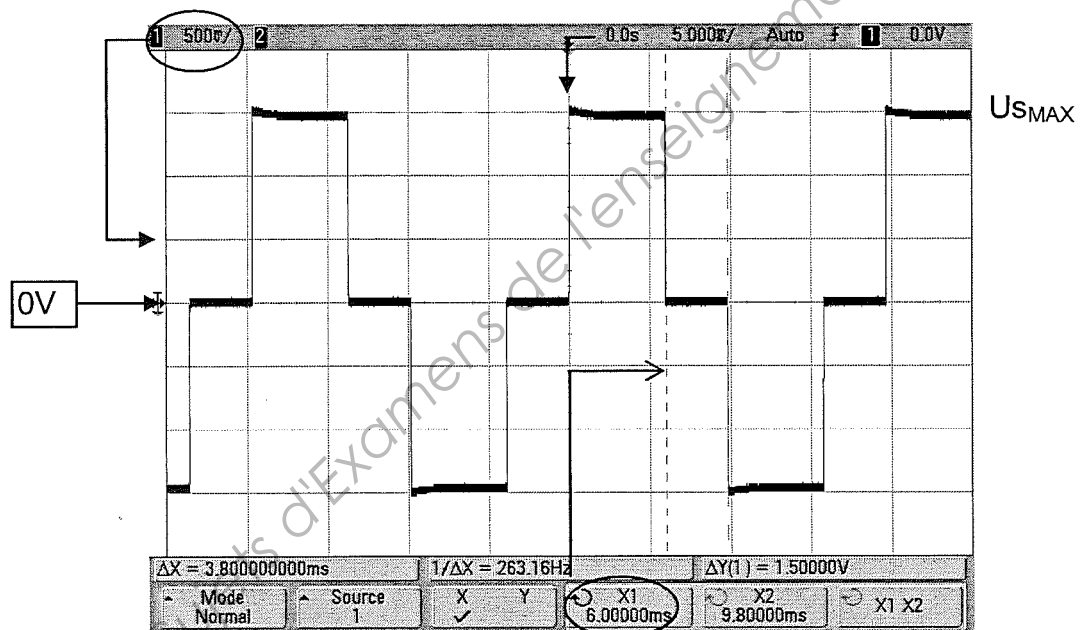
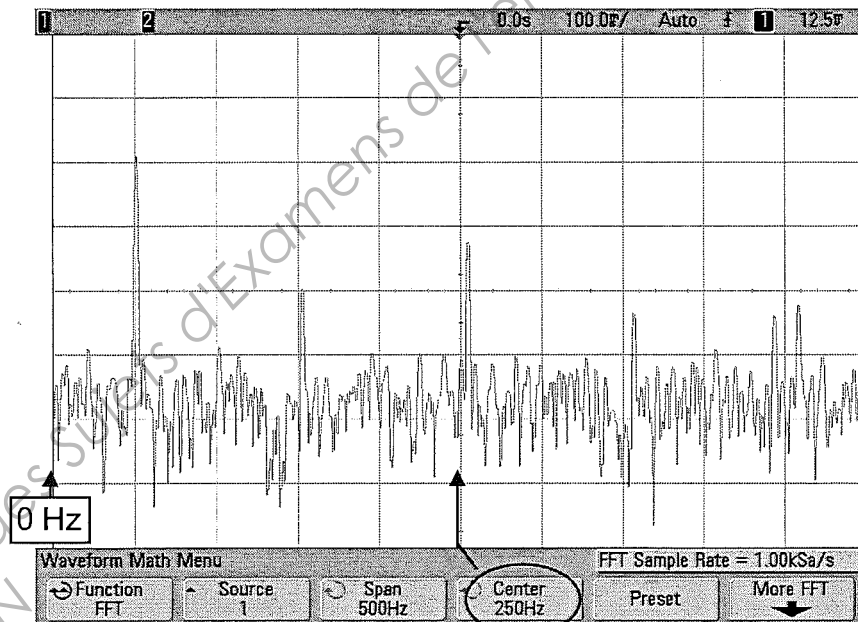

FIGURE 6
FIGURE 7
Sur le chronogramme figure 6, les échelles sont les suivantes :
C.1.1.1 Quelle est la période du signal représenté figure 6 ?
C.1.2.3 À l'aide des mesures de temps effectuées avec les curseurs sur le chronogramme de la figure 6, calculer la valeur efficace $U_{ond\ eff}$ de U_{ond} .
Le spectre du signal de la figure 6 est représenté figure 7. Les échelles sont les suivantes : 50 Hz/division en abscisse (0 Hz à gauche, fréquence centrale 250 Hz) et 10 dB/division en ordonnée.
C.2.2 Analyse du signal de la figure 7.